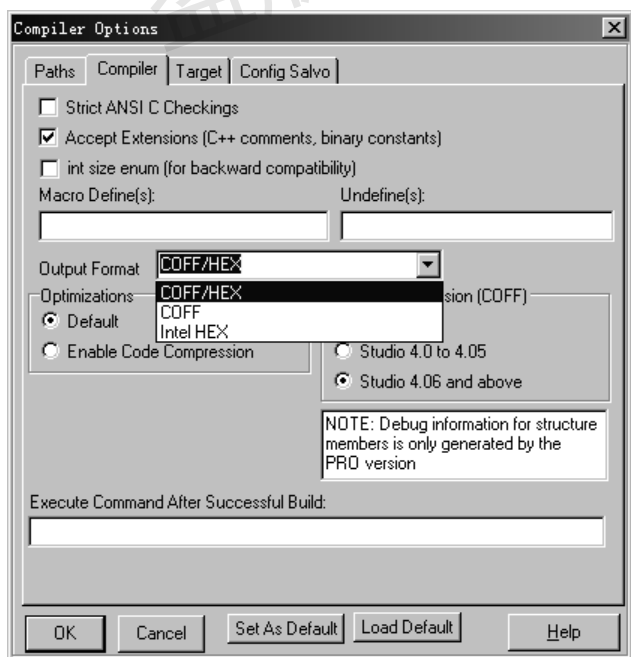

图 1-19 输出文件格式设置
(8) 单击 Compiler 选项卡，设置输出文件格式为 COFF/HEX 类型，如图 1-19 所示。